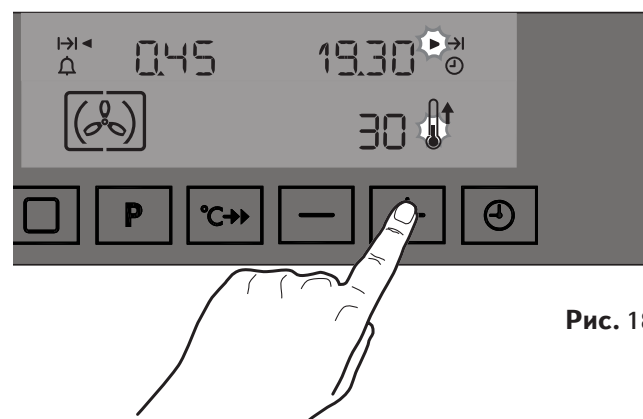

Рис. 18
3. В течение 5 секунд с помощью клавиши  выберите нужное время окончания приготовления, величина которого высвечивается в правой части дисплея (Рис. 18).